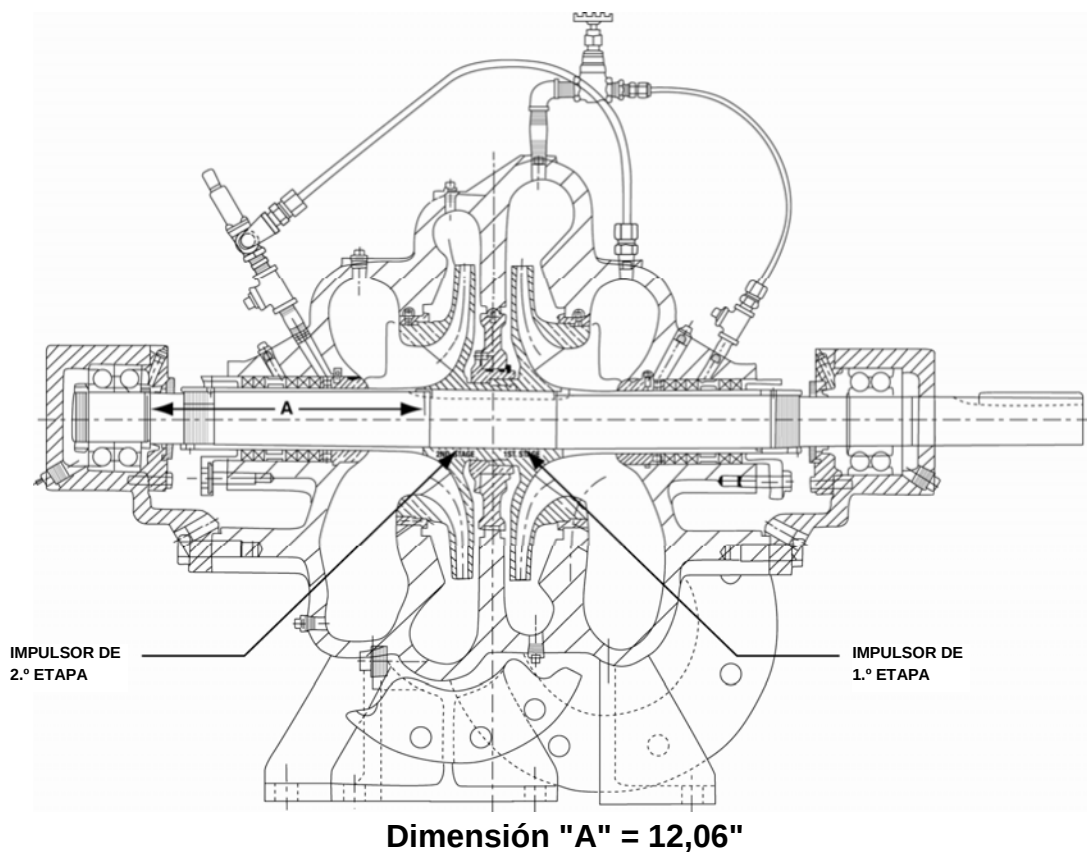
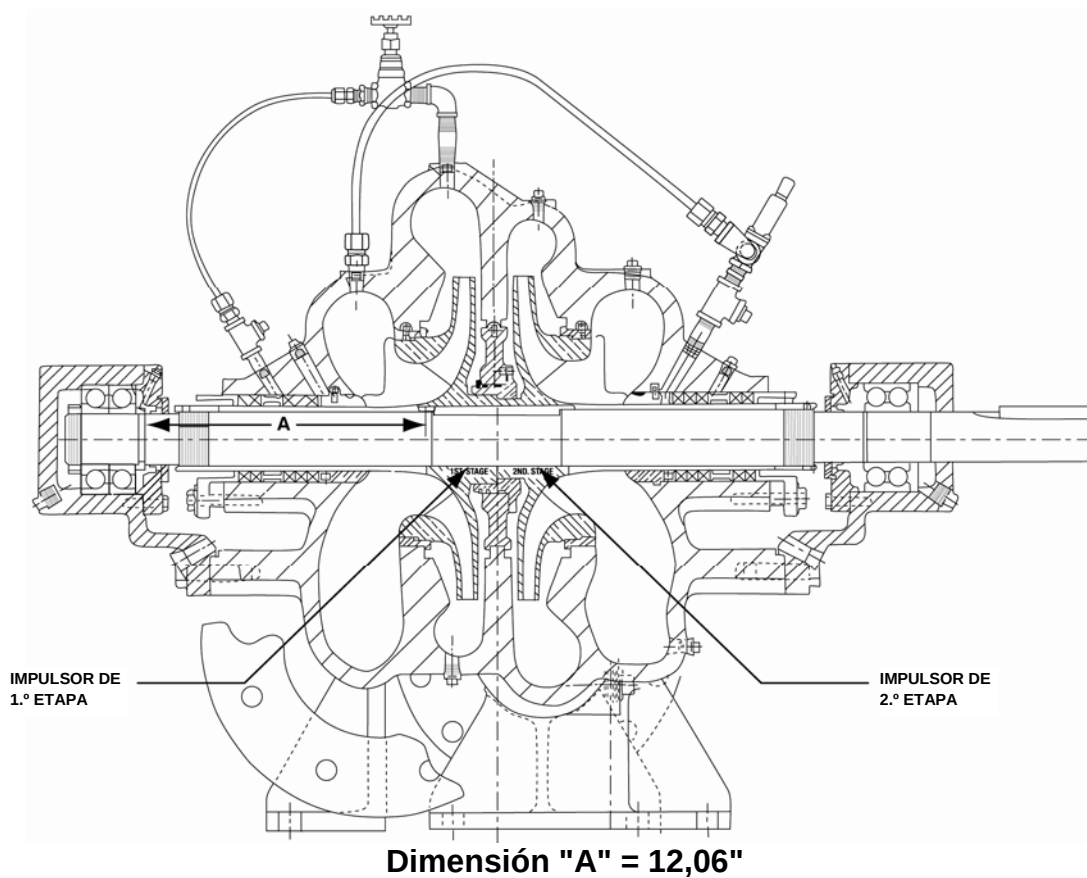

FIGURA 11 – SECCIÓN DE ENSAMBLAJE: BOMBA CON ROTACIÓN EN EL SENTIDO DE LAS AGUJAS DEL RELOJ DE LA EMPAQUETADURA
FIGURA 12 – SECCIÓN DE ENSAMBLAJE: BOMBA CON ROTACIÓN EN SENTIDO CONTRARIO A LAS AGUJAS DEL RELOJ DE LA EMPAQUETADURA
2. Identifique los impulsores de primera y segunda etapa (4-002-0) con las etiquetas fundidas. Para la rotación en el sentido de las agujas del reloj, ubique el impulsor de segunda etapa en el eje según la Figura 11 dimensión 'A'. Para la rotación en sentido contrario, ubique el impulsor de primera etapa según la Figura 12 dimensión 'A'.
5. Coloque el otro impulsor en el eje y deslícelo debajo del buje interetapa hasta que toque el impulsor ya instalado. Verifique que se mantenga la dimensión 'A'. Consulte la Figura 11 o 12.
- a) Sentido de las agujas del reloj – Figura 11
- b) Sentido contrario a las agujas del reloj – Figura 12